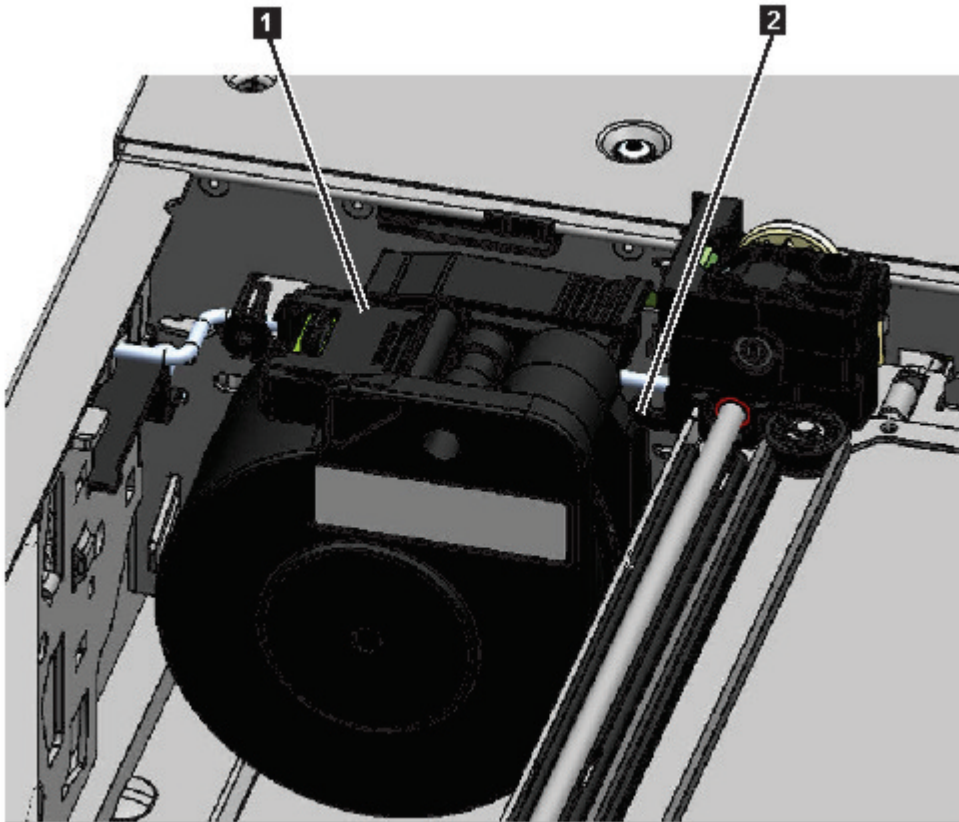

图 75. 位于停放位置的电缆盘电缆
注：请注意存取器中电缆盘电缆端发生旋转的位置。在将新电缆盘电缆连接到存取器时，必须知道该信息。请参阅第 120 页的图 75 中的 **2**。
9. 将电缆盘接口（第 120 页的图 75 中的 **1**）放在停放位置。